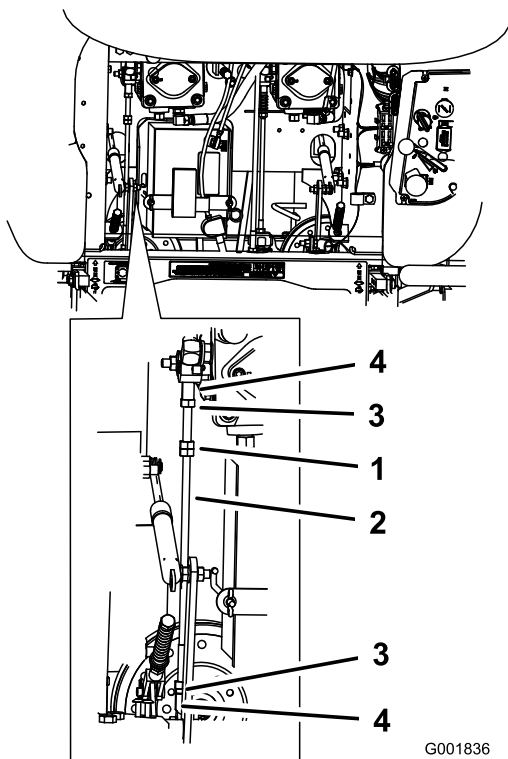

Figure 59
1. Desserrez les contre-écrous sur les rotules de la tige de commande de la pompe (Figure 59).
3. Réglez la longueur de la tige de pompe en tournant les doubles écrous dans le sens voulu, jusqu'à ce que la roue soit immobilisée ou tourne légèrement en marche arrière (Figure 59).
6. Serrez les contre-écrous contre les rotules (Figure 59).